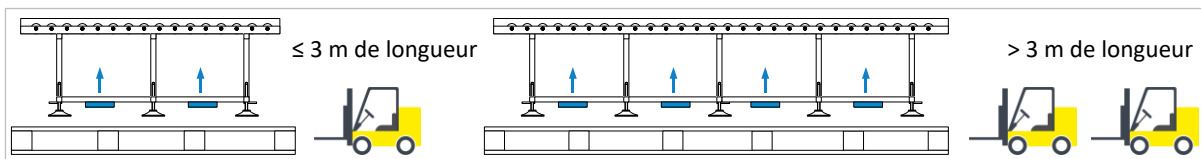

Figure 6 : soulever de la palette avec un chariot élévateur
- Insérez les fourches réglées en largeur aux endroits indiqués sur la ⇒ Figure 6 (à gauche).
- Insérez les fourches réglées en largeur aux endroits indiqués sur la ⇒ Figure 6 (à droite).